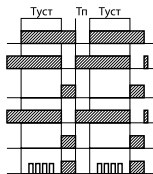

Рисунок 12. Схема работы реле PB1 (в режиме работы A) и реле PB4
2. Для реле PB1 в режиме А и реле PB4 нагрузки, подключенные к контактам 1-3 и 8-6, работают в режиме 2р переключения — задержка включения (см. рисунок 12).